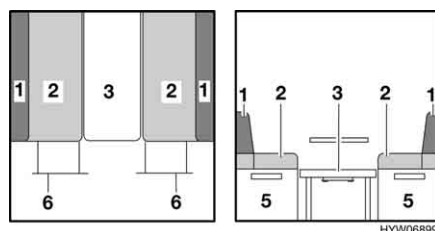

Fig. 94 Durante la trasformazione
- Estrarre la prolunga del cassone letto (Fig. 94,6).